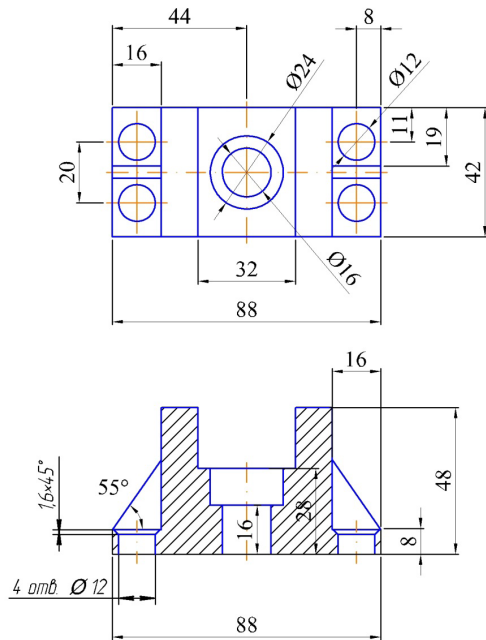

Рис. 4. Креслення для закріплення навичок
5. Виконайте наступне креслення (рис. 4), використовуючи слої.